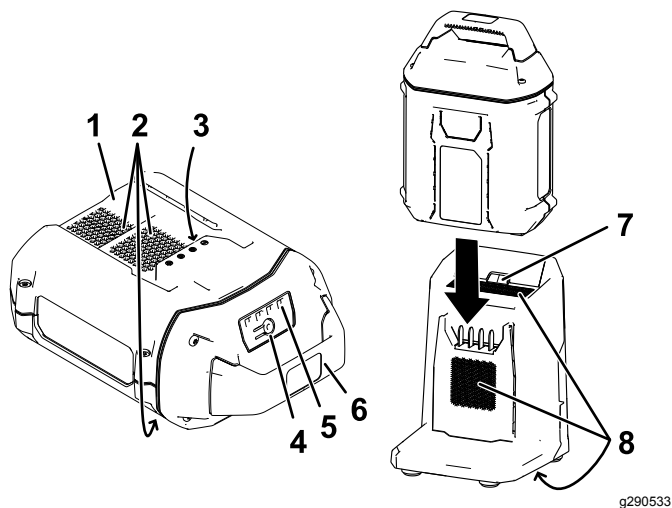

Figure 12
2. Alignez le creux de la batterie (Figure 12) sur la languette du chargeur.
4. Glissez la batterie dans le chargeur jusqu'à ce qu'elle soit complètement enclenchée (Figure 12).